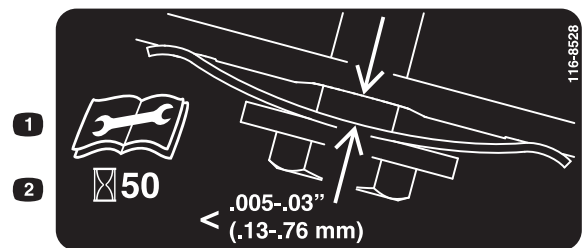

Bild 35
4. Halten Sie eine Fühlerlehre mit einem Abstand von 0,13 mm bis 0,76 mm gegen die Wand und schieben sie nach unten hinter die Riemen Spannungsfeder, siehe Bild 35.